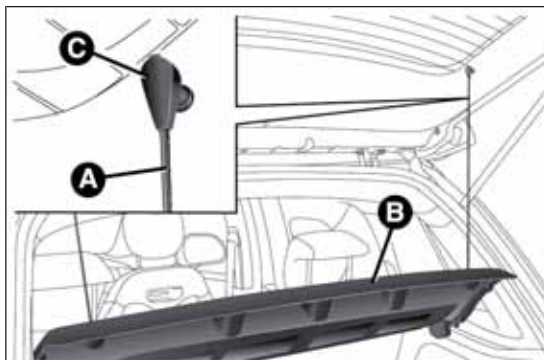

fig. 84
- ☐ liberare le estremità dei due tiranti A fig. 84 di sostegno della cappelliera B sfilando gli occhielli C dai perni di sostegno;